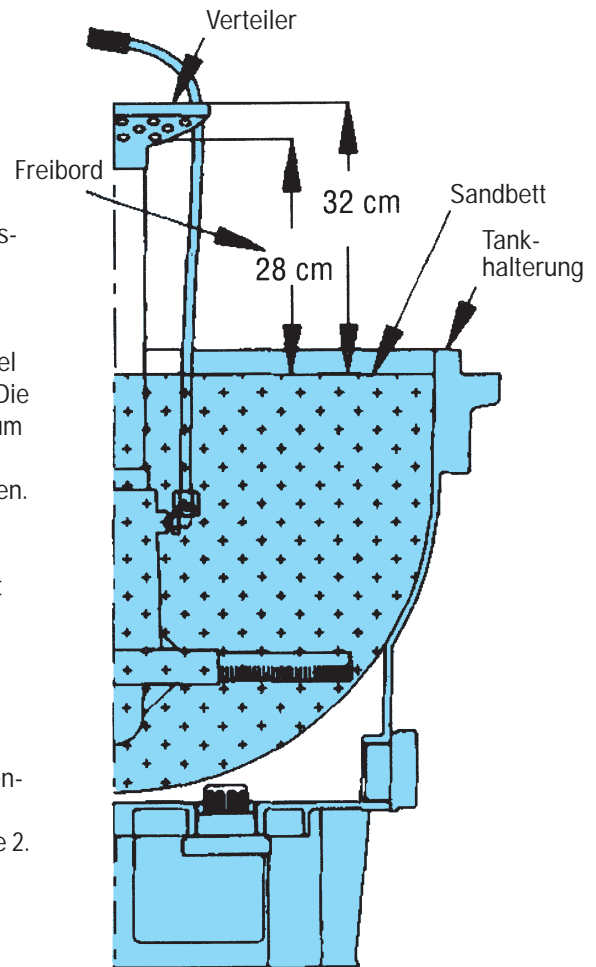

Abb. 3
3. Entlüftungsventil und Entleerungsschraube öffnen (s. Abbildung 3).
4. Der Tank ist gefüllt, wenn sich das Sandbett 32 cm unter dem Verteiler und ca. 4 cm unter dem Tankflansch befindet. Siehe Abbildung 3, Seite 4.